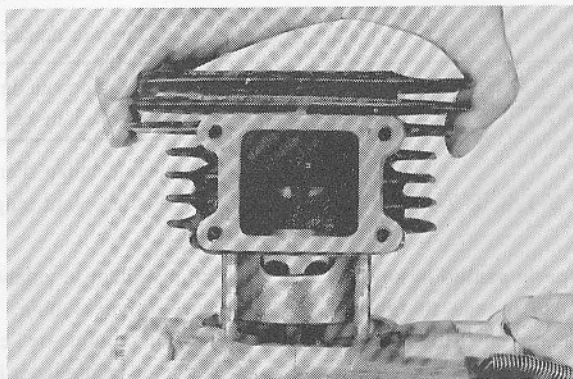

Fig. 3-4-23
2. Install cylinder with one hand while compressing piston rings with other hand. (Fig. 3-4-23)
2. Installer le cylindre avec une main tout en comprimant les segments de piston de l'autre main. (Fig. 3-4-23)